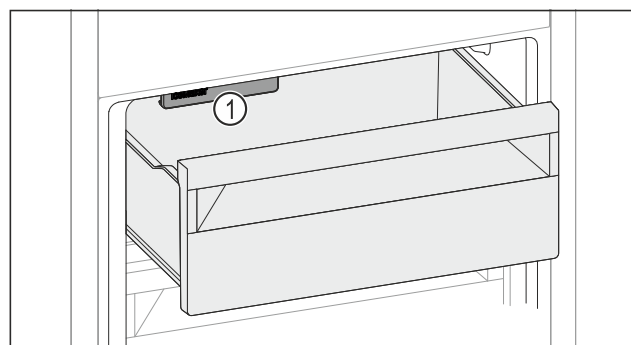

Fig. 115
- ▶ Uwzględnić IceMaker Fig. 115 (1).